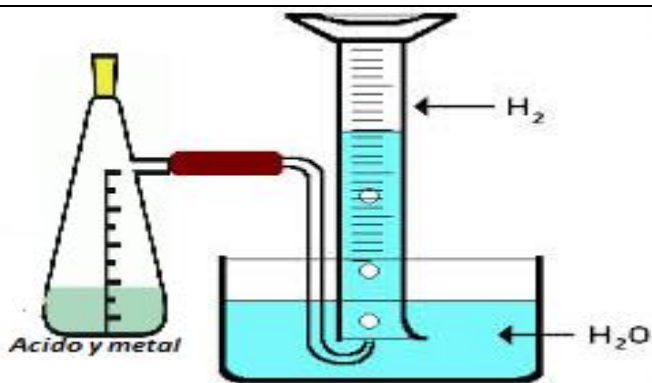

FIGURA No. 1
1. Haga el montaje que se muestra en la figura No. 1. Coloque el metal dentro del Erlenmeyer y agregue lentamente el ácido, con las cantidades que se describen en la tabla No.1